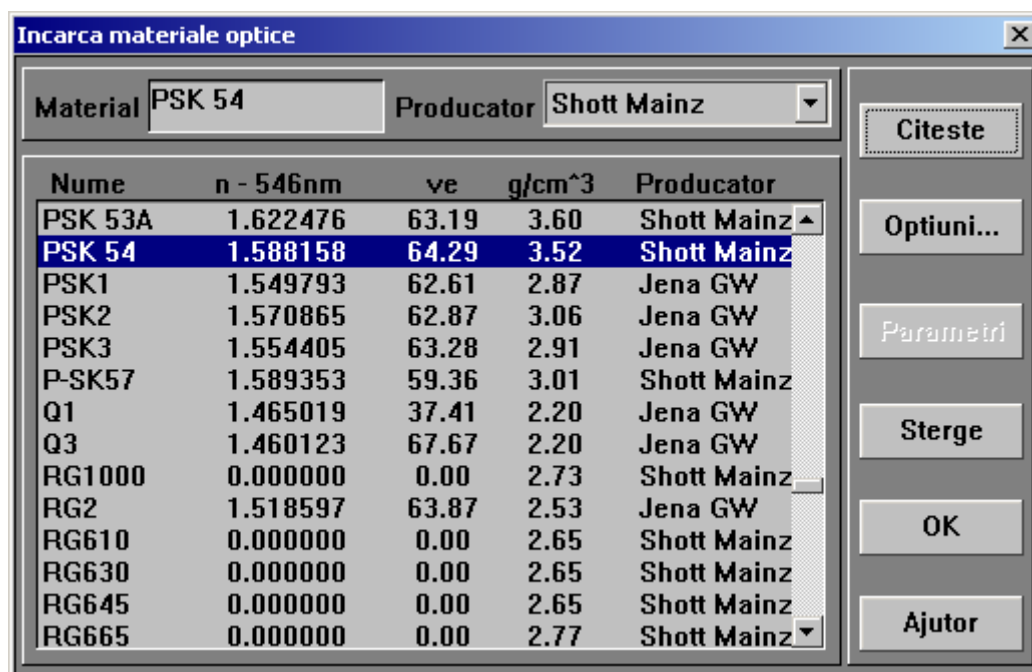

Fig. 3.4 Fereastra pentru selectare material din fisierul *STICLE32.DAT*.
- **Din fisierul STICLE.DAT** - Materialele optice pot fi cautate fisierul *STICLE32.DAT* fie in fisiere tip text in care sunt descrise materialele. Atunci cand este selectata cautarea in *STICLE32.DAT* prin apasarea butonului **OK** se creaza fereastra reprezentata in Fig. 3.4